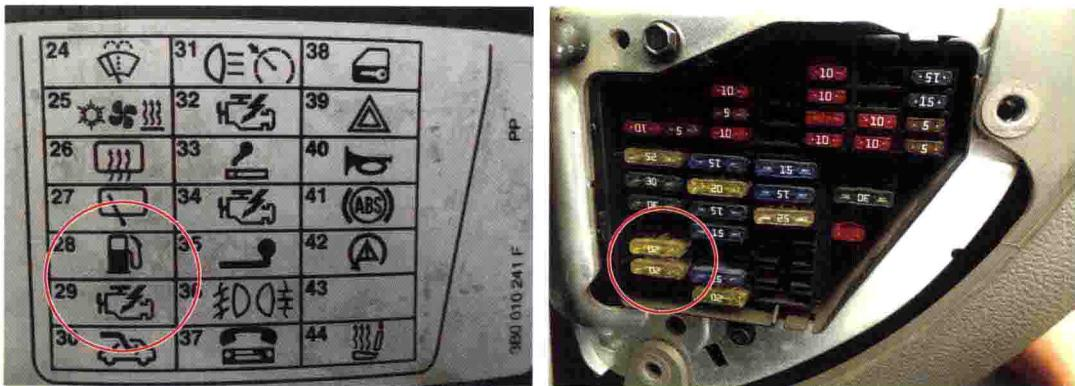

图 1-1 检查点火线圈熔丝 S229 和燃油泵熔丝 S228
1) 打开点火开关，用万用表检查点火线圈熔丝 S229 完好，检查燃油泵熔丝 S228 也完好，如图 1-1 所示。